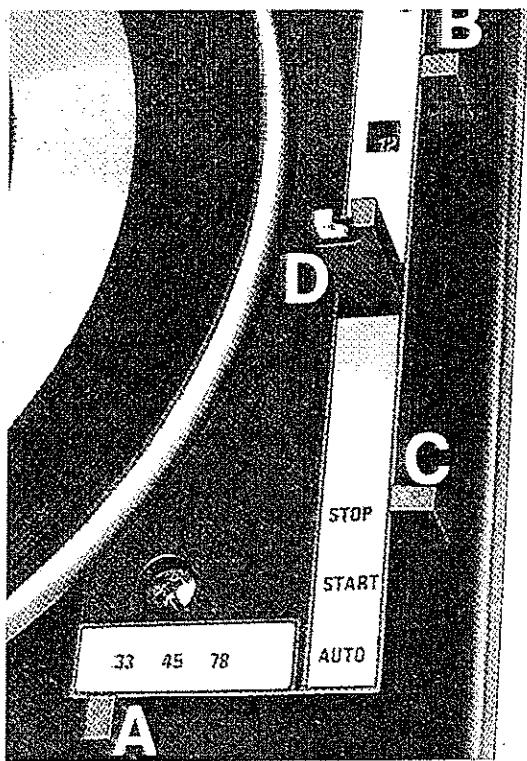
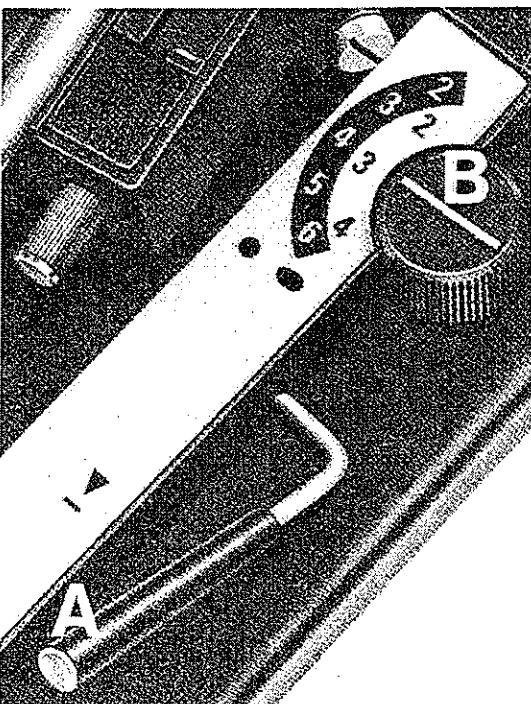

Fig. 1 CONTROL PANEL WITH AUTOMATIC PICK-UP LOCK
Fig. 2 CUEING LEVER AND BIAS COMPENSATOR
3. To Start. Move the starting lever (Fig. 1, C) to the AUTO position and hold there momentarily until the turntable revolves, then let it return gently to the START position.
5. To Stop. After playing the last record the unit will shut off automatically. If it becomes necessary to stop the unit during play, raise the cueing lever (Fig. 2, A) and move the pick-up arm above the pick-up rest (Fig. 1, D), lower the cueing lever and move the starting lever to the STOP position.
NOTE: To interrupt the record, raise the cueing lever (Fig. 2, A) to lift the pick-up arm. When the cueing lever is lowered, the pick-up will descend to the record and resume playing in the same groove.
- (a) Move the speed control (Fig. 1, A) against the required speed.
- (b) Set record size selector (Fig. 1, B)
(a) Amener le réglage de vitesse (Fig. 1, A) en face de la vitesse désirée.
(b) Régler le sélecteur de diamètre de disque (Fig. 1, B).
3. Pour mettre en marche. Amener le levier de mise en marche (Fig. 1, C) à la position AUTO et l'y maintenir momentanément, jusqu'à ce que la platine tourne, puis le laisser retourner doucement à la position START.
5. Pour arrêter. Après avoir joué le dernier disque, l'appareil s'arrêtera automatiquement. S'il devient nécessaire d'arrêter l'appareil pendant le jeu, pousser le lève bras (Fig. 2, A) et amener le bras de pick-up au dessus du repose bras (Fig. 1, D), abaisser le lève bras et amener le levier de mise en marche à la position STOP.
NOTE: Pour interrompre le disque, soulever le levier (Fig. 2, A) de bras pour soulever le bras de pick-up. Lorsque le levier de bras est abaissé, le pick-up descend sur le disque et recommence à jouer celui-ci à partir du même endroit.
2. **Système anti-skating.** Lorsque la force d'appui du saphir est déterminée, régler l'anti-skating au chiffre correspondant à cette force. Il est possible de régler le contrôle anti-skating (Fig. 2, B) entre les chiffres indiqués.
3. Einschalten. Betriebsarthebel (Bild 1, C) in Stellung AUTO (W) ziehen und dort kurz festhalten, bis sich der Plattenteller dreht, dann den Hebel langsam aufstellung START (EIN) zurückkehren lassen.
4. Sofortwechsel. Das Abspieleiner Platte kann jederzeit unterbrochen werden, indem man den Betriebsarthebel in Stellung AUTO (W) zieht und langsam wieder in Stellung START (EIN) zurückkehren lässt.
5. Ausschalten. Nach dem Abspieleiner letzten Platte schaltet das Gerät selbsttätig ab. Soll das Abschalten vorzeitig erfolgen, Aufsetzhebel (Bild 2, A) nach hinten führen und Tonarm über die Tonarmschiene (Bild 1, D) schwenken. Tonarm durch Vorziehen des Aufsetzhebels senken und Betriebsarthebel auf STOP (AUS) schalten.
ACHTUNG: Um das Abspieleiner Platte vorübergehend zu unterbrechen, den Aufsetzhebel (Bild 2, A) anheben und nach hinten umlegen, um den Tonarm abzuheben. Beim Vorziehen des Aufsetzhebels senkt sich der Tonarm dann wieder auf die Platte und setzt das Abspieleiner derselben Stelle der Platte fort.